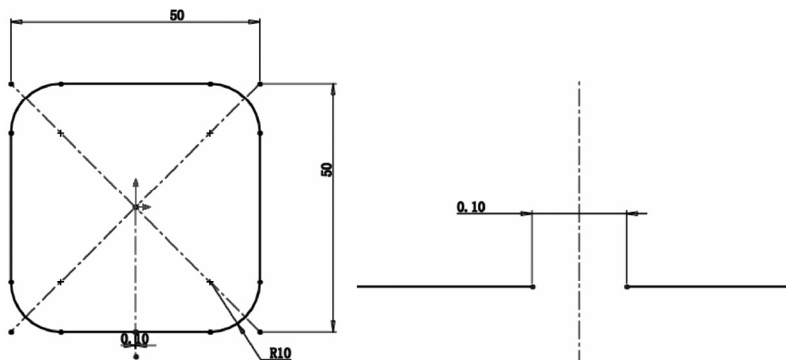

图 10-37 绘制缺口使草图为开环
2) 单击“草图”控制面板中的 (剪裁实体)按钮,对竖直直线和四边形进行剪裁,最后使四边形具有 0.1 宽的缺口,从而使草图为开环,如图 10-37 所示,然后单击 (退出草图)按钮。